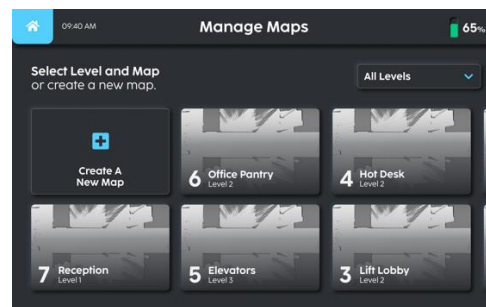

Fig. 2
2. Selecteer het in kaart gebrachte werkgebied (fig. 2), wacht tot de kaart verandert.